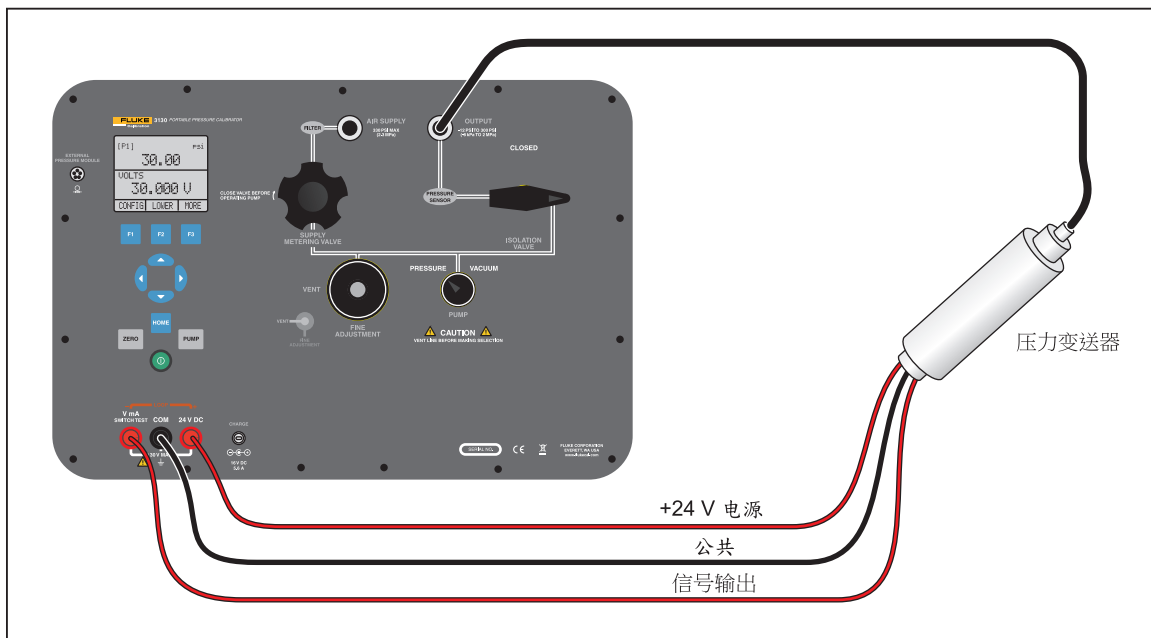

图 27.校准压力-电压变送器
5. 确保读数值正确。如果不正确，必须调整变送器。请参阅图 27 了解连接方法。